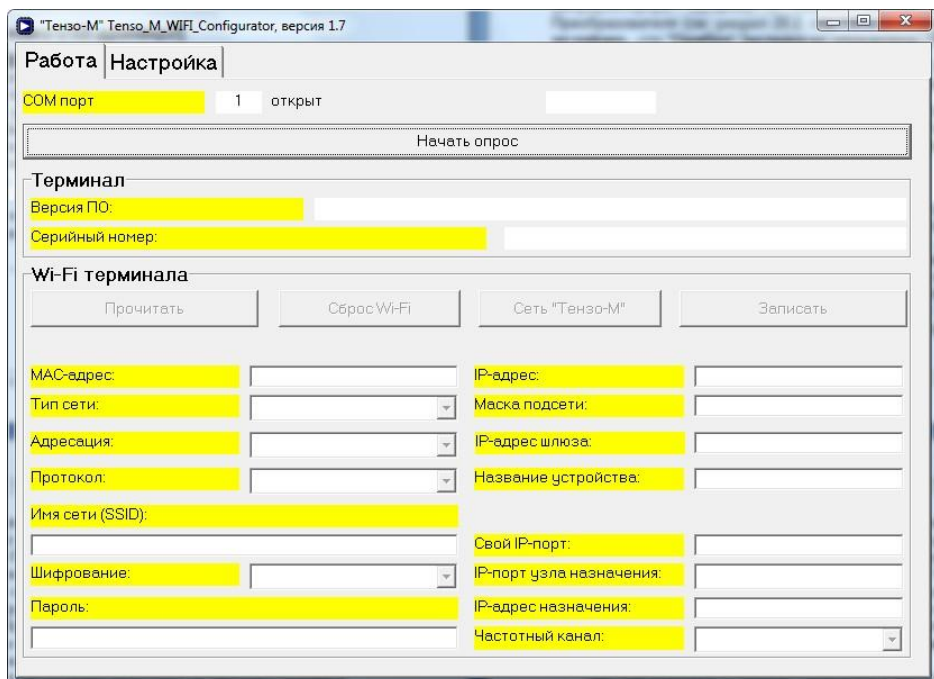

Рис. 5.1. Окно программы после запуска.
4.3. После запуска на дисплее компьютера появится окно, изображённое на рис. 5.1 на стр. 6.
5.1. После запуска программы «Tenso-M\_WIFI-Configurator» на дисплее компьютера появится окно, изображённое на рис. 5.1.